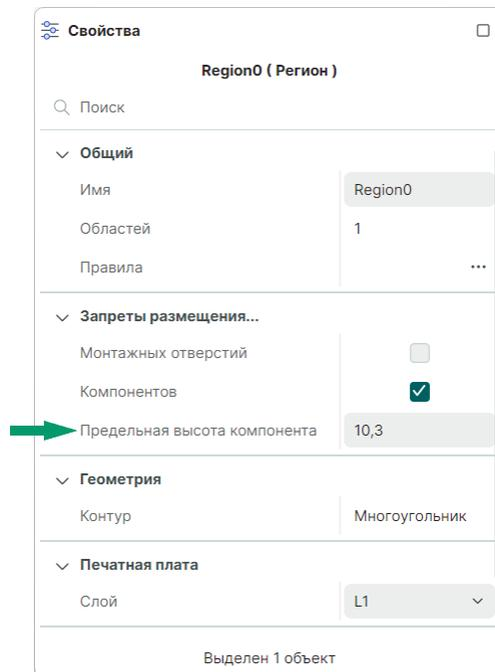

*Рис. 170 Установка запрета размещения в регионе компонентов и монтажных отверстий*
2. Отметьте в панели «Свойства» → «Запреты размещения...» флагом чек-боксы типов объектов, для которых в регионе будет установлен запрет на размещение, см. Рис. 170.